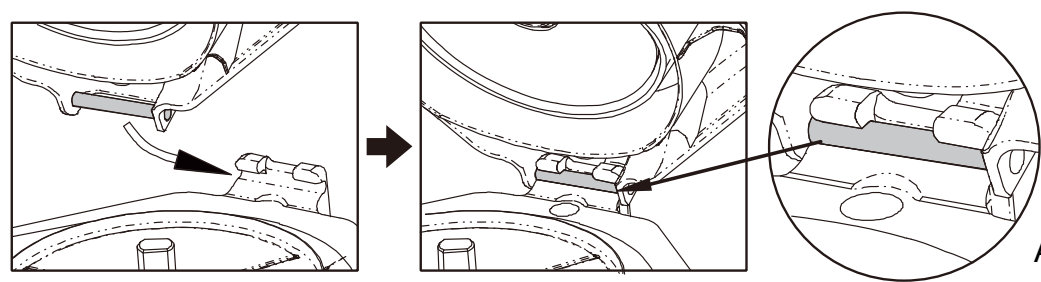

Abb. 7
4.4.3.6 Stecken Sie den Stift der oberen Abdeckung in die Verriegelungsposition des mittleren Sockels, wie in Abb. 7 gezeigt.